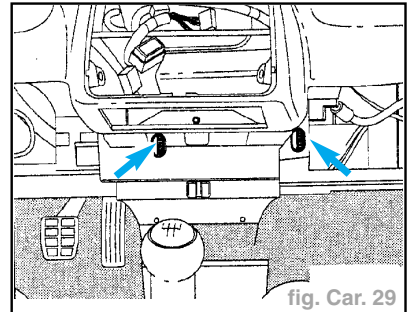

fig. Car. 29
- Dévisser l'écrou six pans (2).
- Extraire l'appui (3).
- Dévisser les deux vis (flèches) (fig. Car. 29).